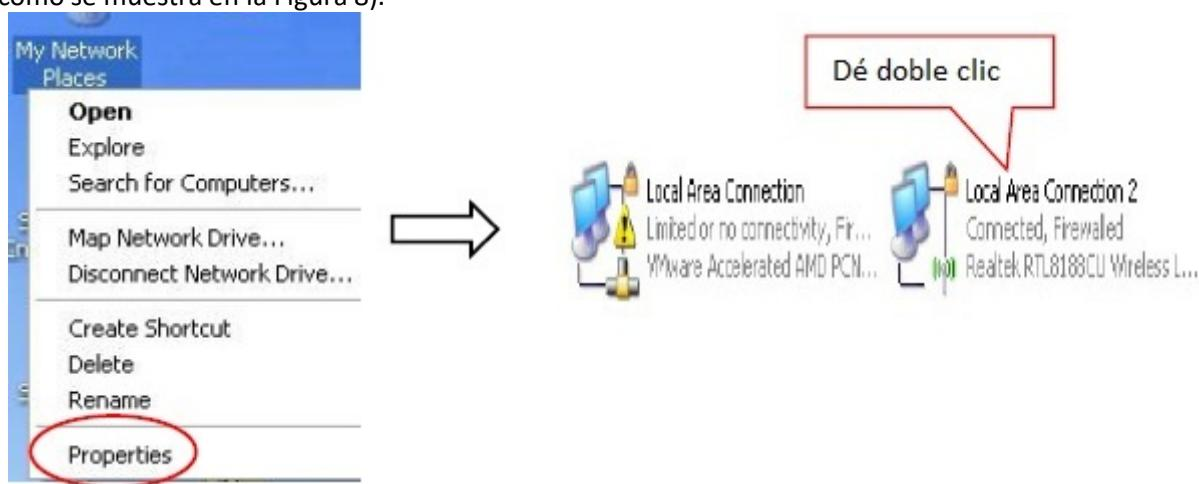

Figura 8
(1) Obtener el modo de seguridad y tipo de cifrado de acuerdo con la información de la red correspondiente dada por el administrador de la red.
(2) Encontrarla entrando al ruteador del punto de acceso con la cuenta del administrador.
(3) Encontrarla a través del sistema operativo Windows y los pasos que se muestran a continuación (se toma WIN XP como ejemplo).
- ① Haga clic derecho en “My Network Places”, haga clic en “Properties”, Haga doble clic en “Local Area Connection 2” (como se muestra en la Figura 8).